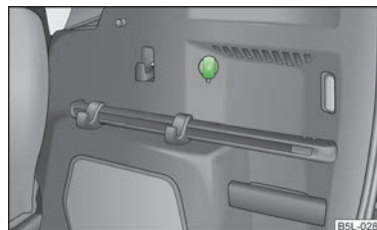

Fig. 70
În portbagaj » fig. 70.
- > Deschideți capacul prizei » fig. 70.